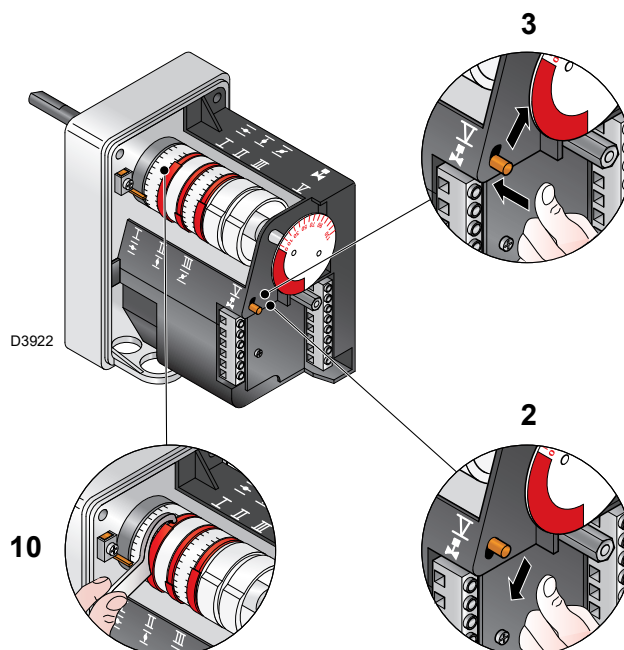

Fig. 28
- Si se desea disminuirlo, reducir un poco el ángulo de la leva III (Fig. 28) mediante pequeños desplazamientos sucesivos, es decir, pasando del ángulo de 65° a 63° - 61°...
- Si es necesario aumentarlo, presionar el pulsador "aumento potencia" 2)(Fig. 24) (abrir 10-15° la válvula de mariposa del gas), aumentar el ángulo de la leva III)(Fig. 28) mediante cortos desplazamientos consecutivos, es decir, pasando del ángulo de 65° a 67° - 69°.... Presionar después el pulsador "disminución potencia" hasta llevar el servomotor a la posición de apertura mínima y medir el caudal del gas.
Para la eventual regulación de la leva III, en particular para pequeños desplazamientos, es posible utilizar la llave 10)(Fig. 28).
Leyenda (Fig. 28)